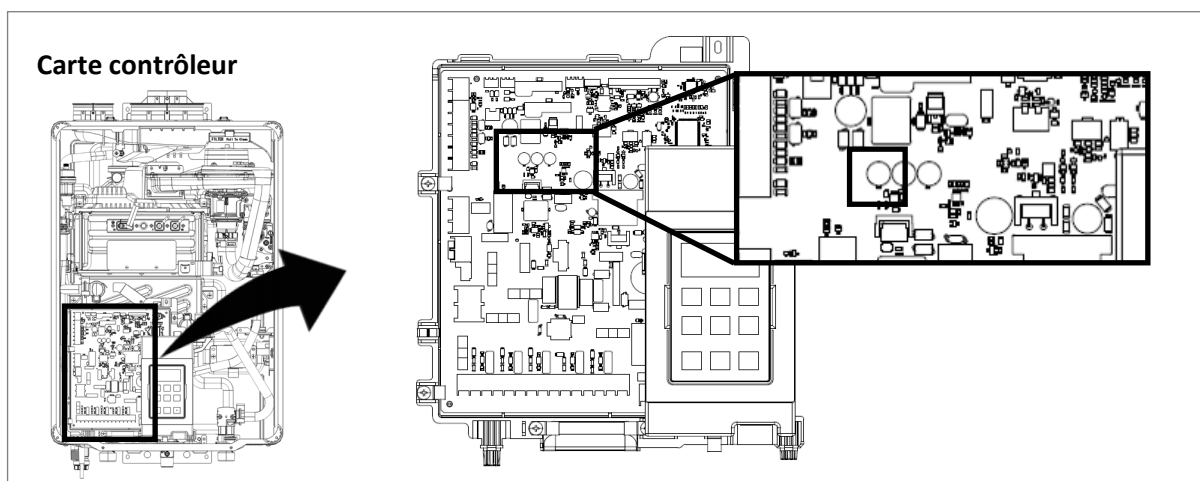
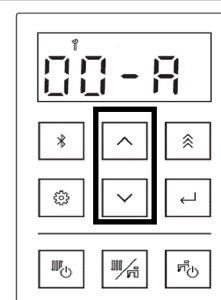

Figure 136
Figure 137
3. Maintenir le bouton enfoncé pendant cinq secondes (figure 136). 00-A s'affiche à l'écran (figure 137).